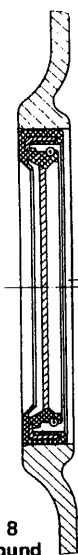

Bild 8 / Fig. 8
- Dichtring bis zum Anschlag bzw. außen bündig eindrücken (Bild 8 oder 9).
- Enfoncer la bague d'étanchéité à butée ou à fleur, côté extérieur (fig. 8 ou 9).